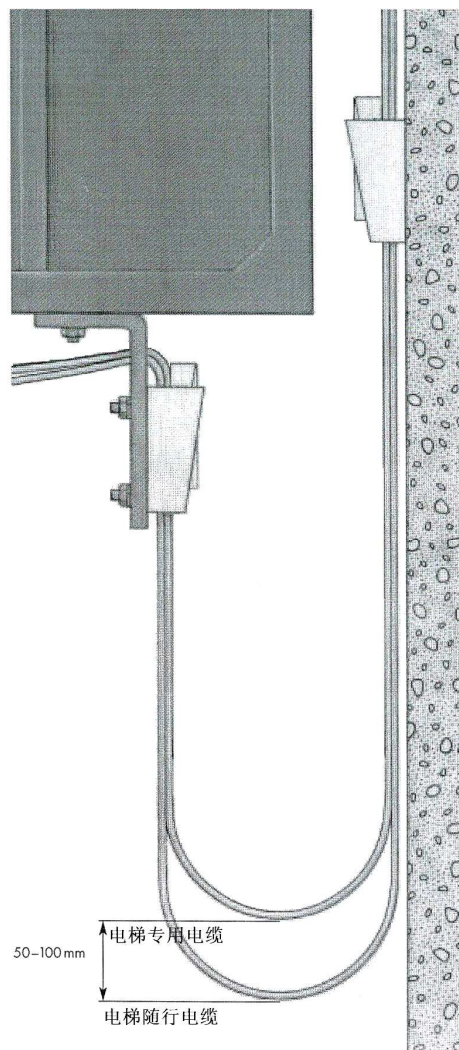

图 4：电梯电缆移动部分安装示意图
- 5、电梯电缆移动部分不得与电梯随行电缆进行固定，具体要求见图 4 所示。